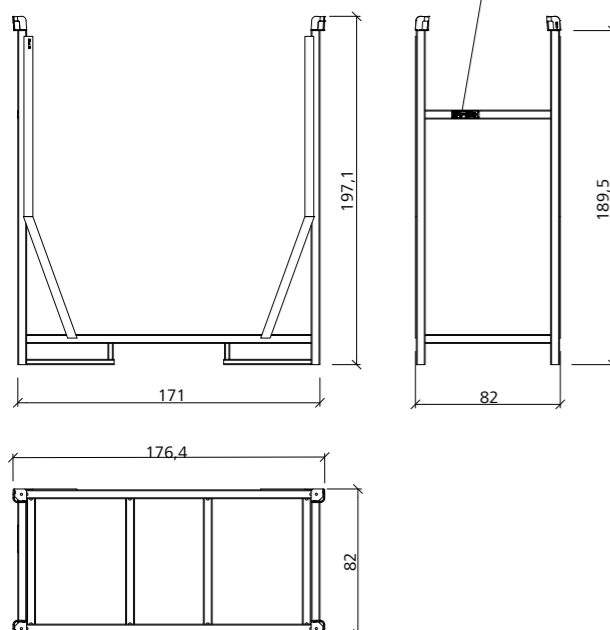

Fig. 1
- Ne pas utiliser le rack de stockage pour panneaux S.-MevaDec-e si la plaque d'identification est manquante ou si les charges qui y sont indiquées sont illisibles (Fig. 1 et Fig. 8). Si la plaque d'identification ne figure pas sur le rack, cette notice d'utilisation n'a aucune validité (voir point 8).